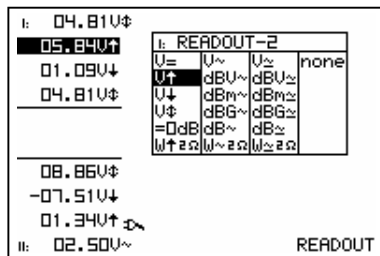

Fig 24
4. Press the cursorkeys to highlight the desired readout function for meter 2 readout. (Fig. 24)
4. Druk op de pijltoetsen voor het kiezen van de uitlezingfunctie van meter 2. (fig. 24)
4. A l'aide des touches curseur choisissez la fonction désirée pour l'appareil numéro 2. (fig. 24)